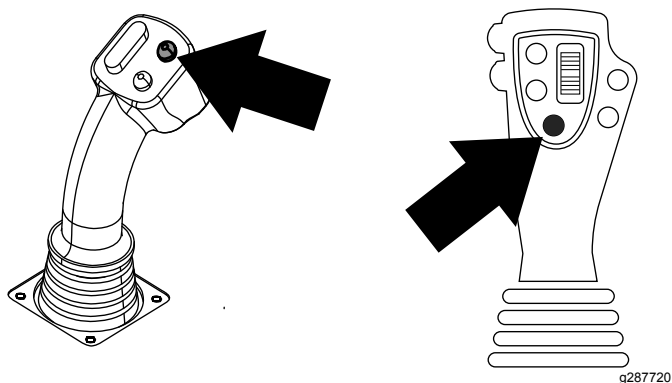
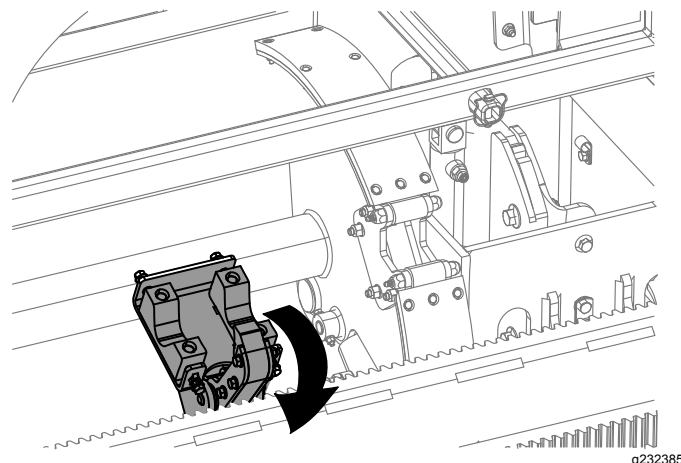

Figura 43
Figura 44
10. Mantenga pulsado el botón inferior izquierdo del joystick de 8 botones o el botón inferior del joystick de 4 botones para liberar el tubo (Figura 43 y Figura 44), y suelte el botón.